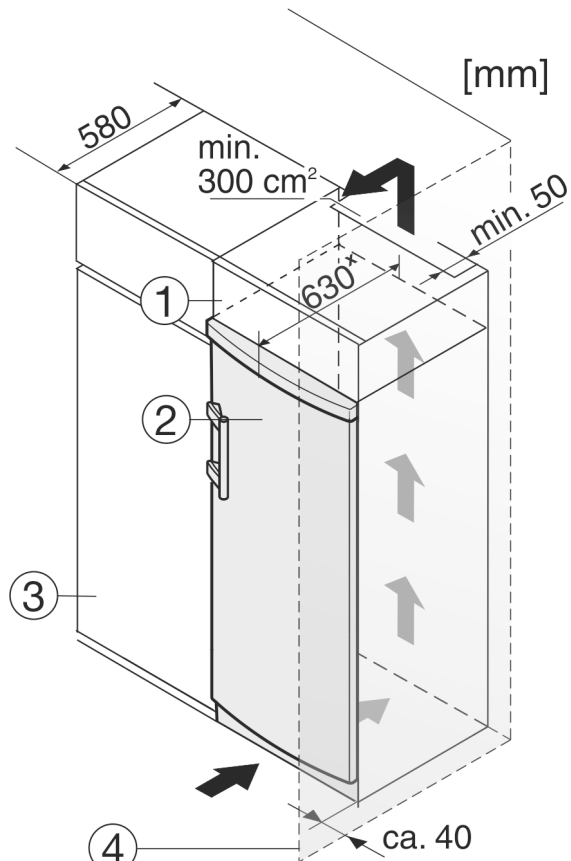

Fig. 10
Zariadenie môže byť zabudované medzi kuchynskými skriňami. Aby sa zariadenie Fig. 10 (2) prispôbilo výške kuchynskej linky, môže sa nad zariadením umiestniť nadstavná skrinka Fig. 10 (1).
Pri vstavaní s kuchynskými skriňami (hĺbka max. 580 mm) je možné zariadenie inštalovať priamo vedľa kuchynskej skrine Fig. 10 (3). Zariadenie vyčnieva nabok 34 mm \* a v strede zariadenia 50 mm \* oproti prednej časti kuchynskej skrine.
Ak je zariadenie umiestnené so zavesením vedľa steny *Fig. 10 (4)*, musí vzdialenosť medzi zariadením a stenou činiť minimálne 40 mm. To zodpovedá presahu držadla pri otvorených dverách.